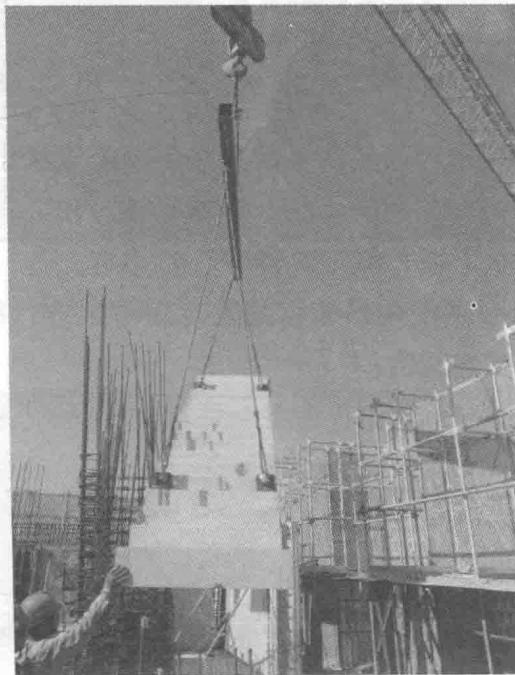

图 2-15 预制楼梯吊装
5. 楼梯就位：就位时楼梯板要从上垂直向下安装，在作业层上空 30cm 左右处略作停顿，施工人员手扶楼梯板调整方向，将楼梯板的边线与梯梁上的安放位置线对准，放下时要停稳慢放，严禁猛放，以避免冲击力过大造成板面震折裂缝（图 2-15）。